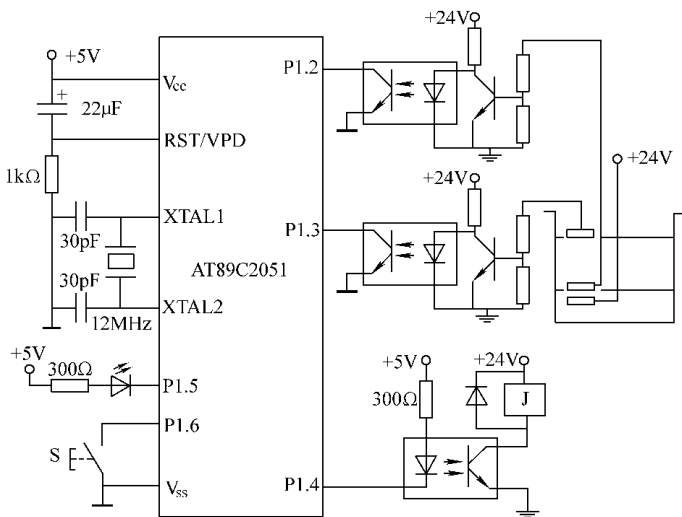

图 10-10 水塔水位控制电路
5. AT89 单片机是美国 ATMEL 公司在 INTEL 公司单片机 8031 核的基础上生产的 8 位单片机, 内部集成了 Flash 存储器, 故又称为 Flash 单片机。图 10-10 是利用 AT89C2051 进行水塔水位控制的电路图, 继电器带电时驱动电动机补水。请自行分析工作原理并编制运行控制程序。